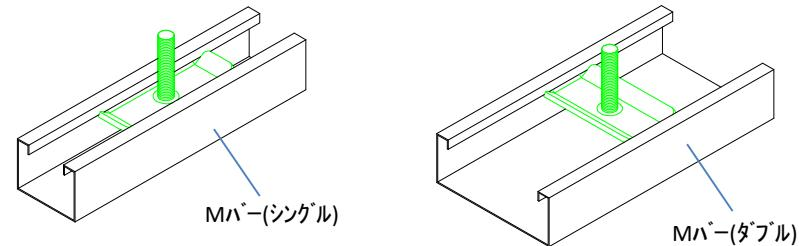

図2
- ・BBクリップSP20はBBクリップSP下部金具の向きによってMバー(野縁)のシングルバー・ダブルバー両方に使用することができます(図2)。